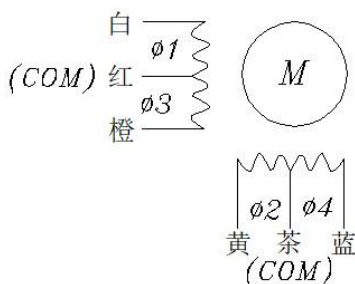

图 2
1、(图 2) 线圈 6 根引线中有 2 根为公共引线 (5 根线的线圈，有一根为公共线)，该公共引线必须接电源正极，并确保线圈工作电压在允许范围内 (DV12V±10%)；